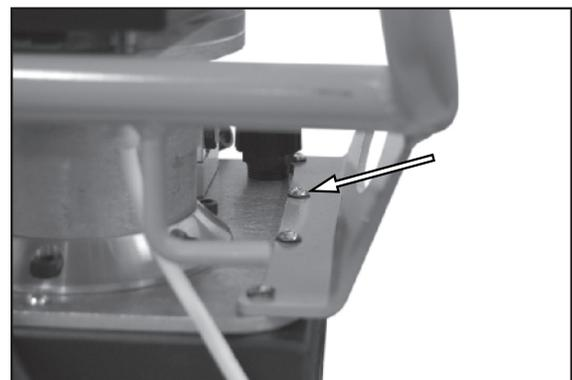

Figure 23.
2. Voir Figure 23. Enlevez et rebutez les huit vis.